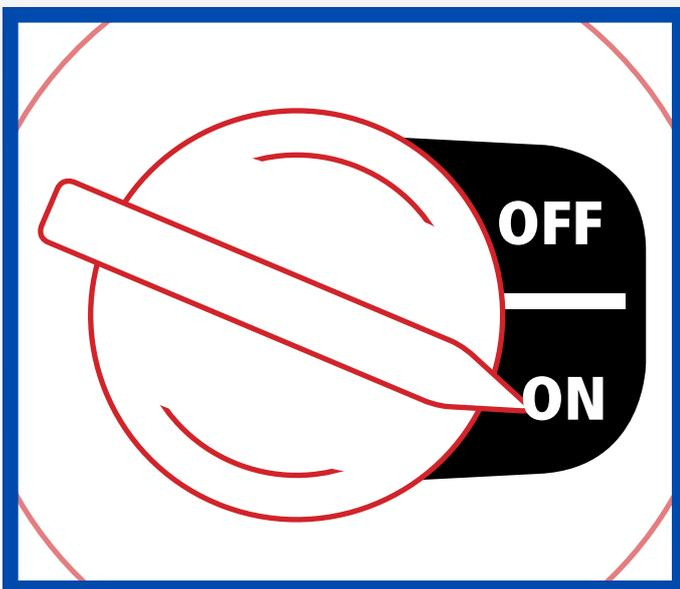

Figura 15 – Posição do botão liga/desliga para dar partida ao motor
1. Posicione o interruptor na posição liga (Figura 15);